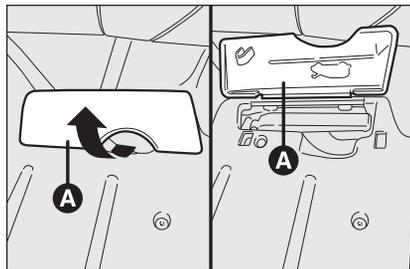

fig. 104
- sollevare il coperchio di protezione **A-fig. 104** della leva posta a fianco del sedile lato guidatore;